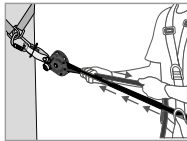
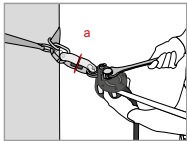

Fig 3
Fig 4
Zodra de veiligheidslijn is geïnstalleerd, moet de spanning vooraf worden gecontroleerd door handmatig aan het touw te trekken (aan de kant van de eindknoop — fig. 3). De kam (8) en de klemhendel (4) moeten automatisch in contact komen met het touw. Haal de klemhendel (4) naar beneden en pas door middel van een aangepaste sleutel net zolang spanning toe op de as voor de spanningsinstelling (1) tot de spanningsindicatorring (a) op de spanningsindicator (2) vrij ronddraait (fig. 4). Zodra de spanningsindicatorring vrij ronddraait **DEZE NIET VERDER AANDRAAIEN!** Dit komt overeen met een voorspanning op de lijn van ongeveer 0,5 kN. Controleer tijdens het gebruik deze spanning regelmatig (rotatie van de spanningsindicatorring) en stel deze indien nodig af zoals hierboven beschreven.